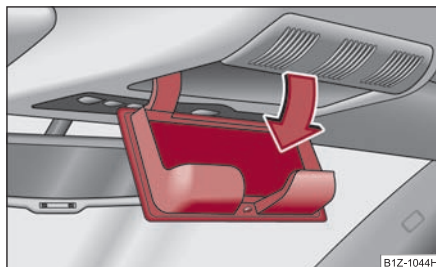

Fig. 110 Imagine din plafon:
- Apăsați capacul compartimentului, compartimentul se va deschide ⇒ fig. 110.